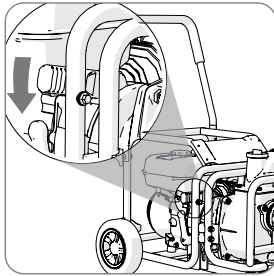

Fig 2
- Empuje firmemente el motor y el accesorio a la vez hasta que escuche el “clic” de acoplamiento. La palanca de liberación de uniacoplamiento volverá a su posición original. **(Fig. 2)**